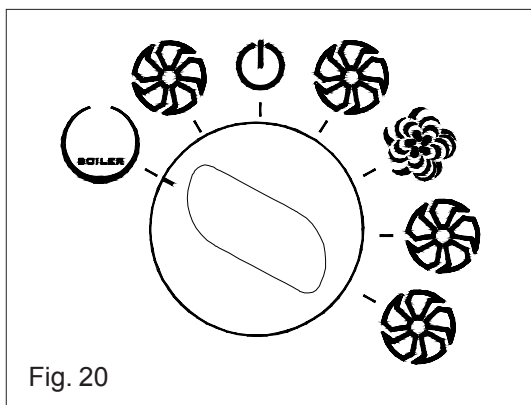

Fig. 20
- Positionner le bouton de la façon indiquée sur la figure 20.